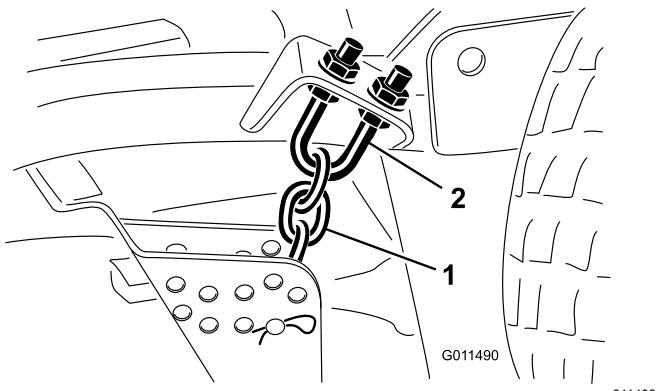

Figura 104
1. Afloje las contratuerzas en la parte superior o inferior del perno en U de la cadena de altura de corte (Figura 104).